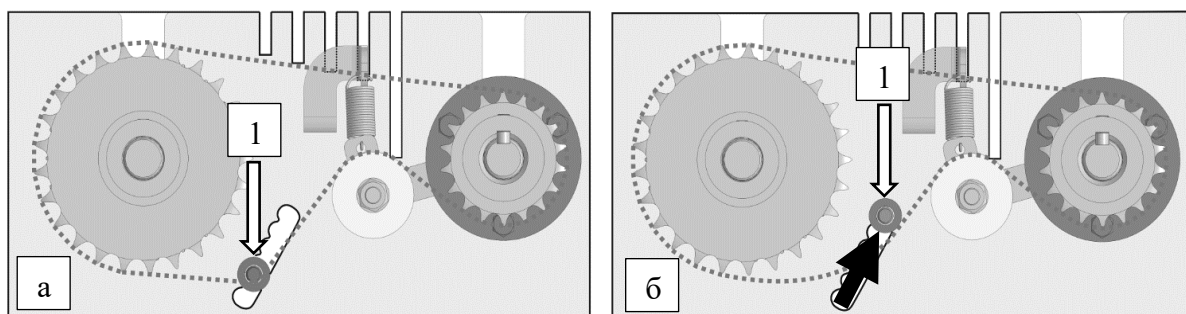

Рисунок 49 – Натяжитель цепи: а) в положении натяжения; б) в ослабленном положении
1. Ослабить в двух местах резьбовые фиксаторы натяжителя цепи (1), рис. 49.